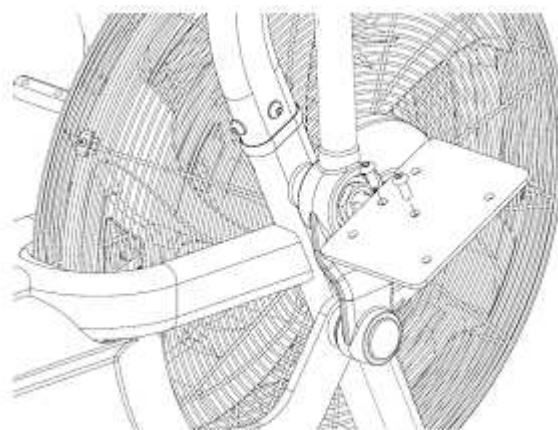

Рис. 12
12. Установите крепежные пластины для левой и правой опор для ног (Рис. 12) на поворотные оси ручек и закрепите их, вставив болты со сферическими головками в отверстия в центре каждой из пластин и в каждой из поворотных осей.